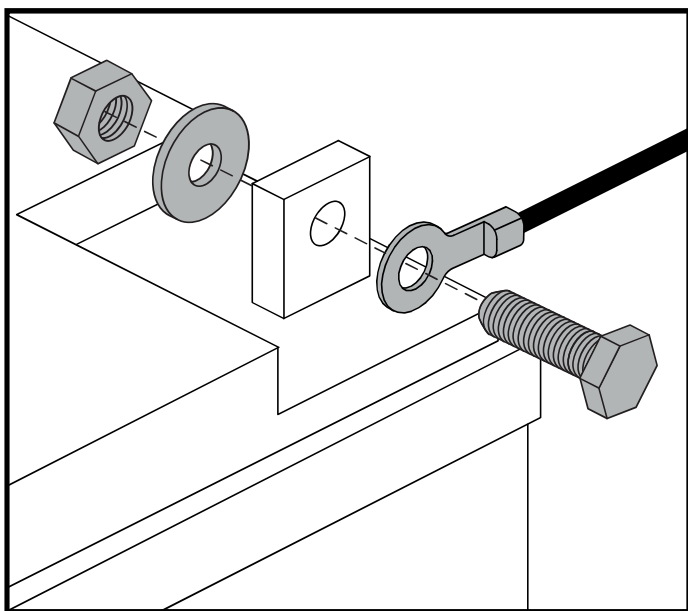

Abb. 17. Befestigungselemente für den Batterieanschluss - Konfiguration 1
4. Trennen Sie die Batterienkabel von den Batterieanschlüssen, indem Sie die Anschlusskappen zurückschieben und die Mutter abschrauben. **Siehe Abb. 17 und 18.**